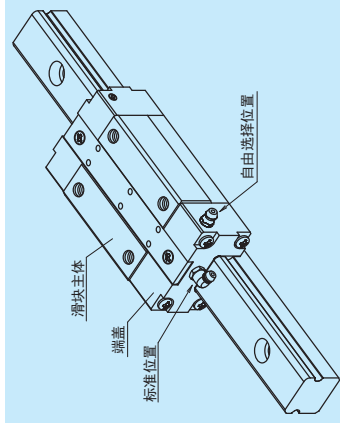

图 2
- (2) 润滑用零件的安装位置**
- 润滑脂注入嘴标准型号的位置安装在滑块的端面，作为自由选择也可安装在端盖的侧面(图 2)